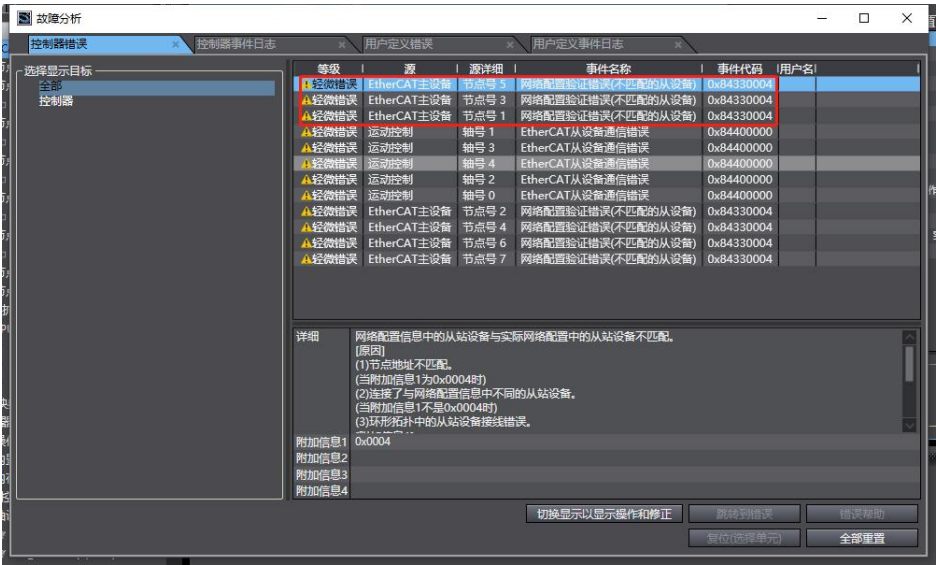
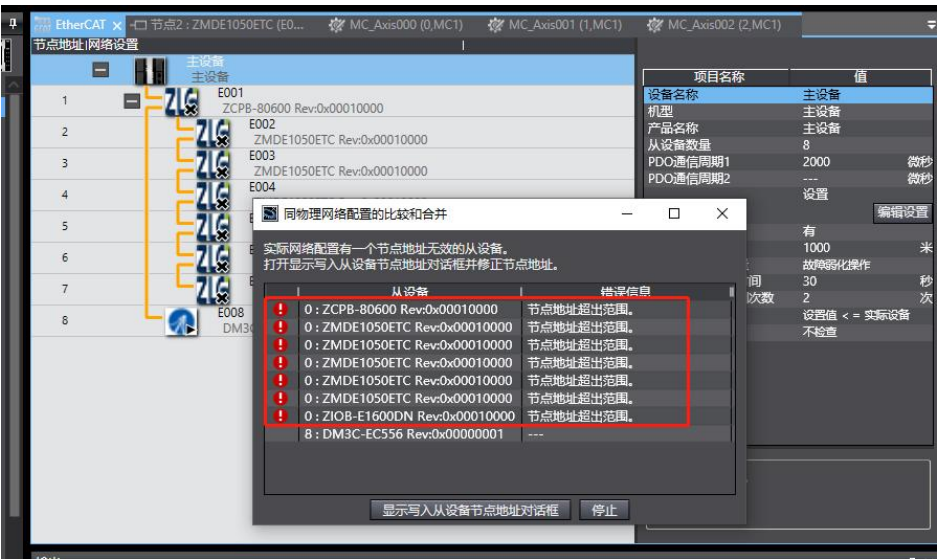
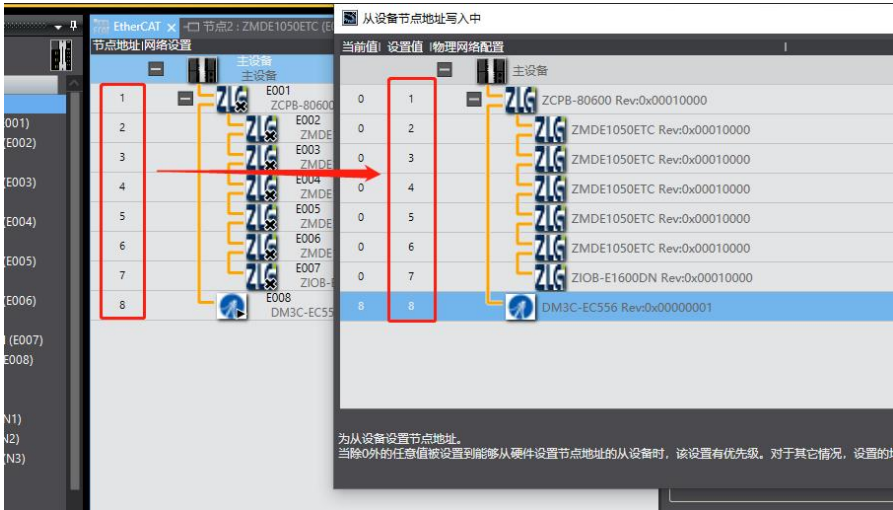

图 4.5 网络配置验证错误
图 4.6 节点地址超出范围错误
图 4.7 设置节点地址
(5) 配置从站地址。上一步骤完成后，等待一段时间后（大约 1 分钟左右），直到“故障分析”界面报出“网络配置验证错误”，如图 4.5 所示。此时点击“主设备”右键菜单的“与物理网络配置和比较”会看到“节点地址超出范围”的错误信息，如下图 4.6 所示。点击“写入设备节点地址对话框”，依次修改地址的“设置值”，将设置的节点地址写入到对应的从站中，默认情况下，地址值从 1 开始递增，否则只要 EtherCAT 的配置界面的节点地址与设置值一一对应即可,如下图 4.7 所示。